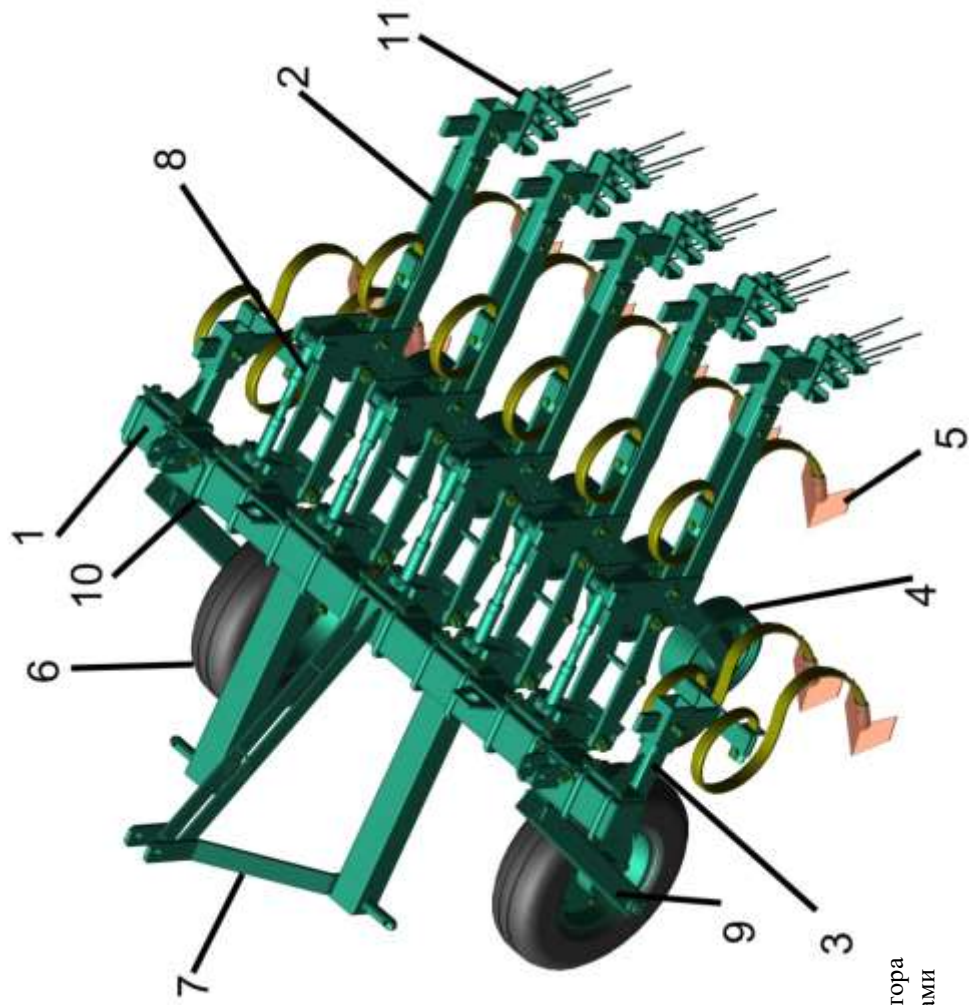
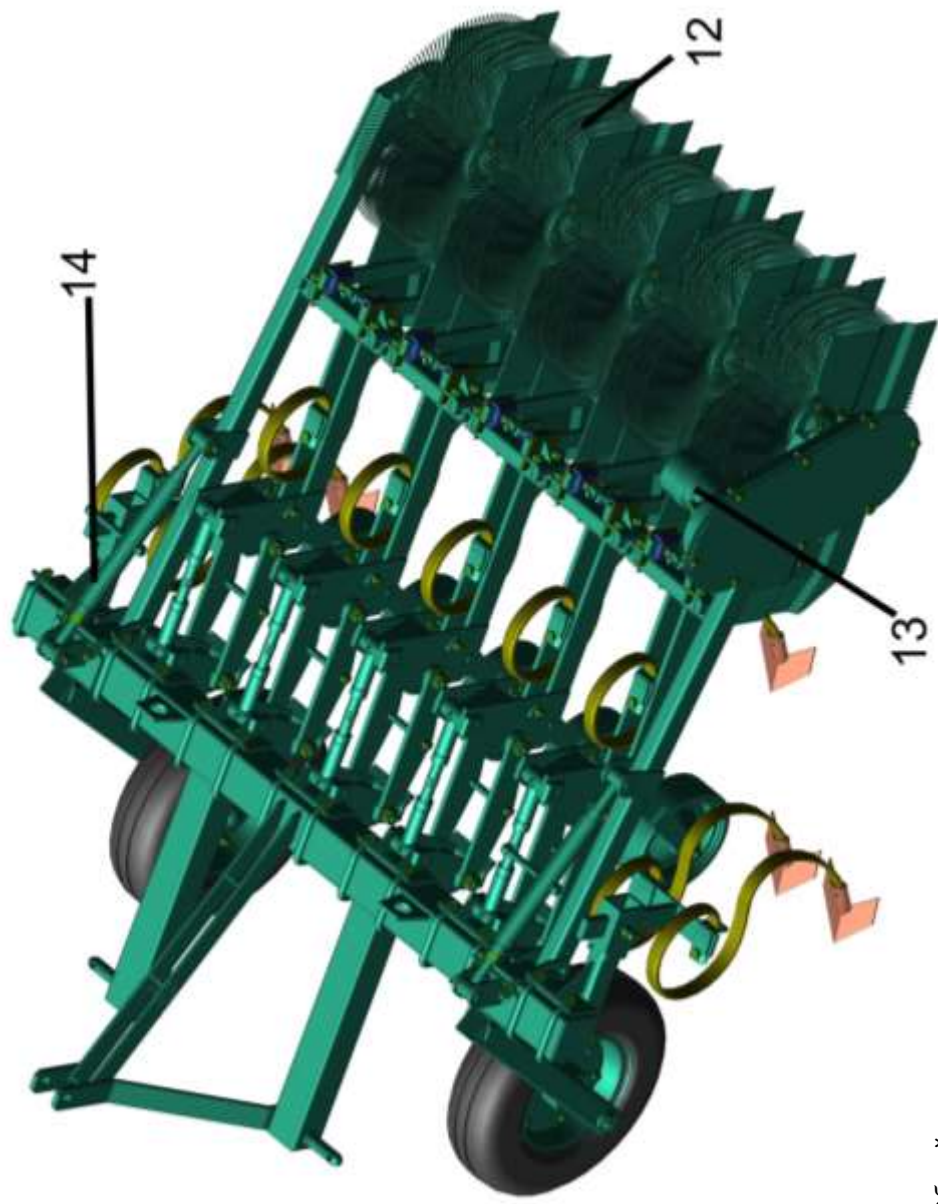

Рисунок 1 – Общий вид культиватора
Рисунок 2 – Общий вид культиватора
3.1 Культиватор КМЛ-1,4 представляет собой навесную машину, состоящую из рамы 1 (рисунок 1), на которой крепятся: пять параллелограммных секций рабочих органов 2 с копирующими колёсами 4 и рабочими органами 5, следорыхлители 3, колёса опорные 6.
3.7 По заказу потребителя культиватор может поставляться с пружинными боронками 11 (рисунок 1) либо с активной щёткой 12 (рисунок 2). Пружинные боронки и щётки производят удаление подрезанных сорняков из почвы.
4.7 При помощи винтов 13 (рис.2) установите требуемое прижатие щётки к поверхности почвы.